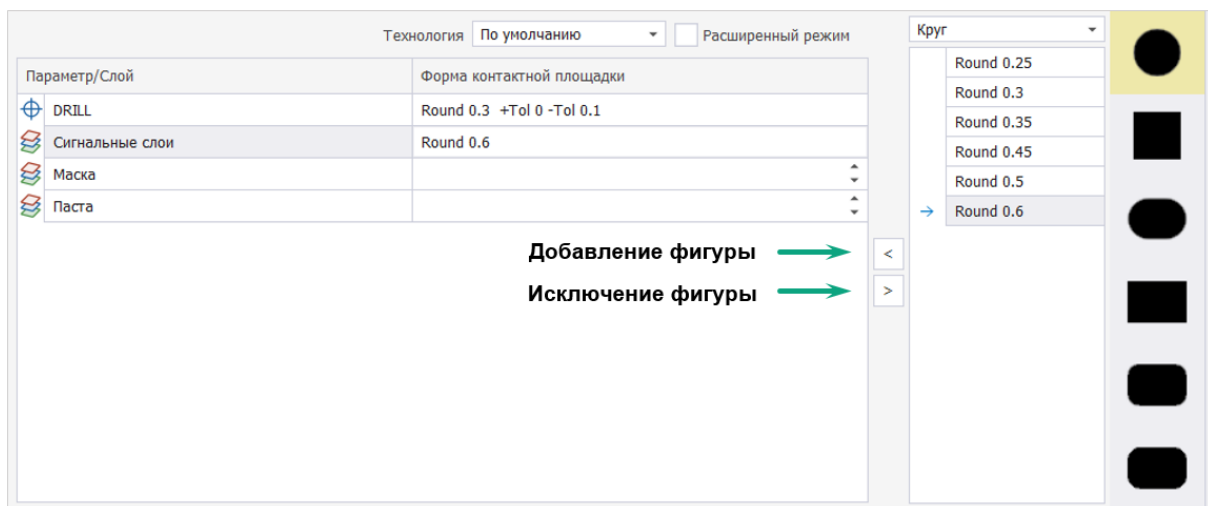

Рис. 45 Добавление/исключение фигуры на слое контактной площадки
4. Добавить созданную форму на слой, нажав символ , см. Рис. 45.